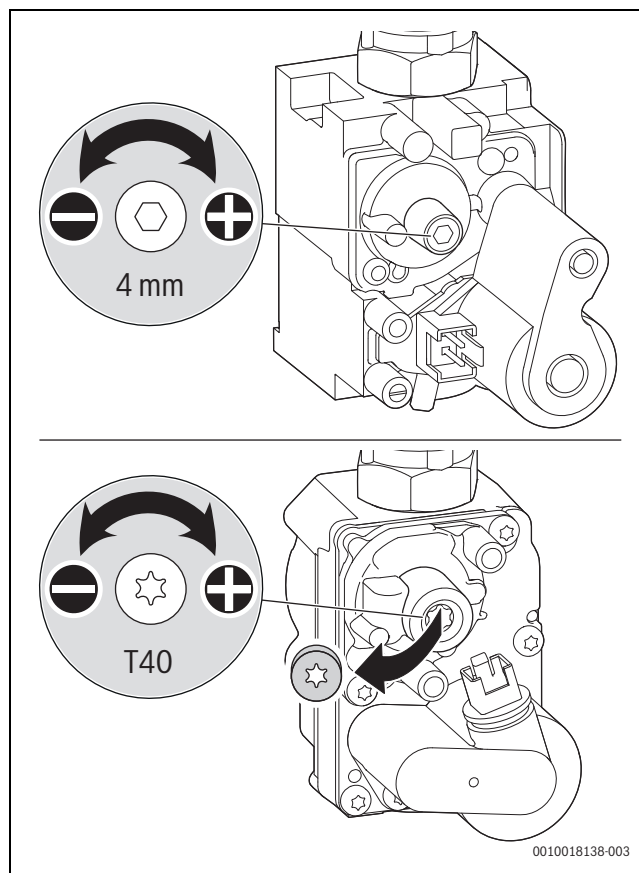

Bild 77 CO₂- oder O₂-Gehalt einstellen
- ▶ Plombe an der Einstellschraube der Gasarmatur entfernen (nur bei der Gasarmatur in Bild 77) und CO₂- oder O₂-Gehalt für minimale Nennwärmeleistung einstellen.